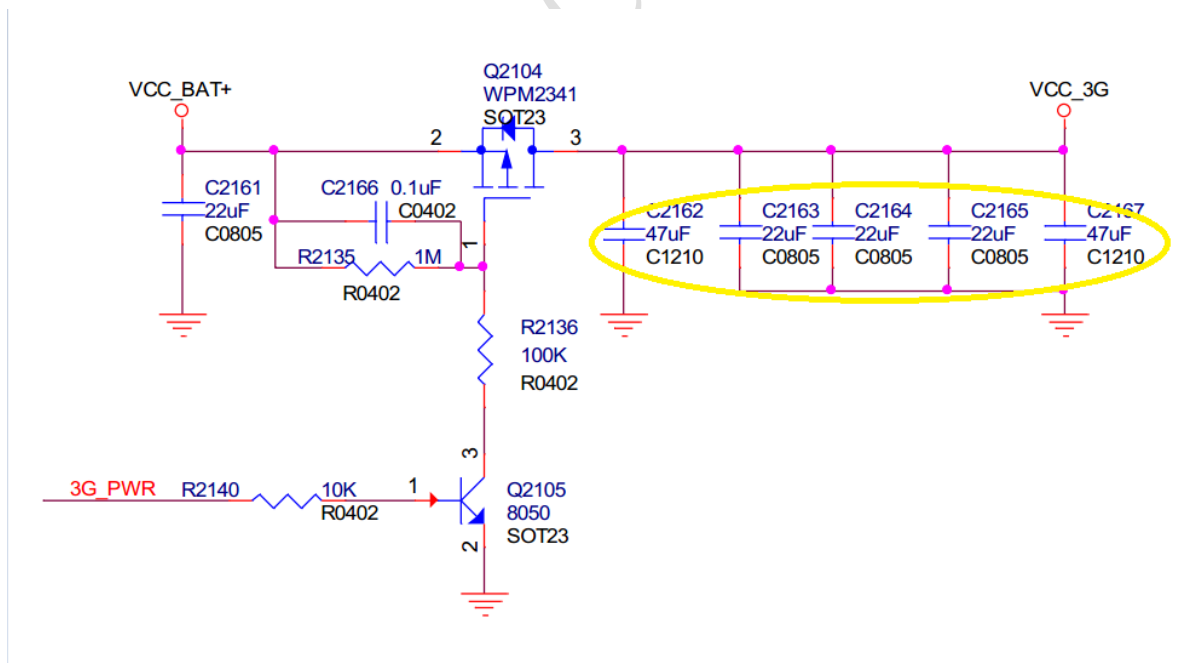

图22-4
- 3G模组以最大功率发射时的瞬间电流会达到1.8A以上，所以建议电源部分使用大电流的DCDC或者低内阻的MOS，大容量值的储能电容（图22-4圆圈处）请靠近模组引脚放置。走线尽可能用铺铜，宽度大于100mil以上。